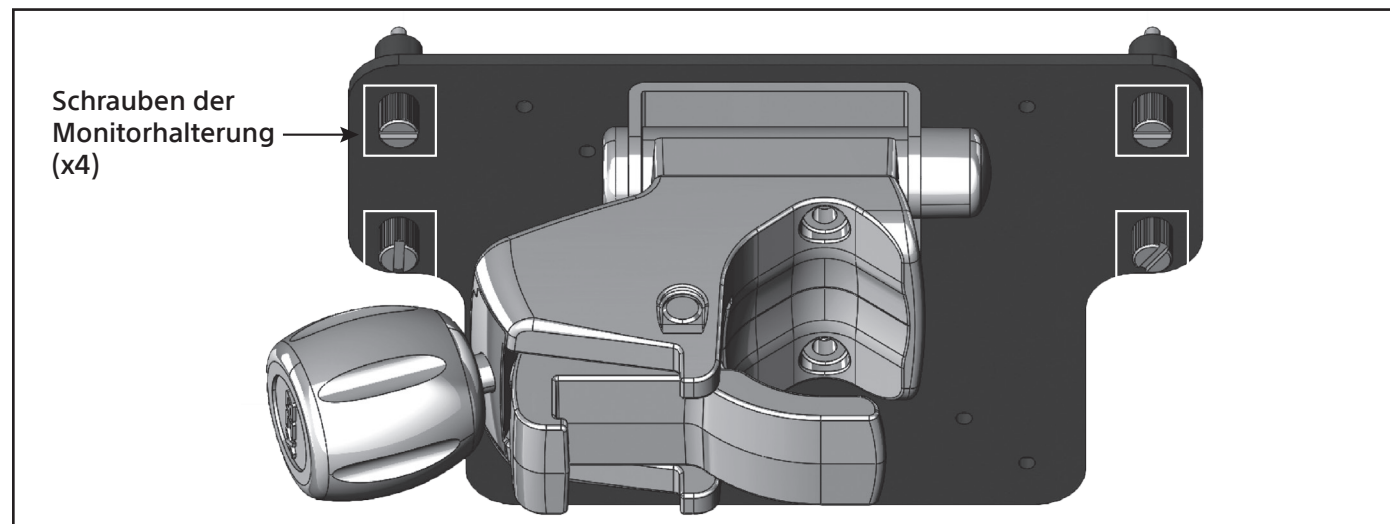
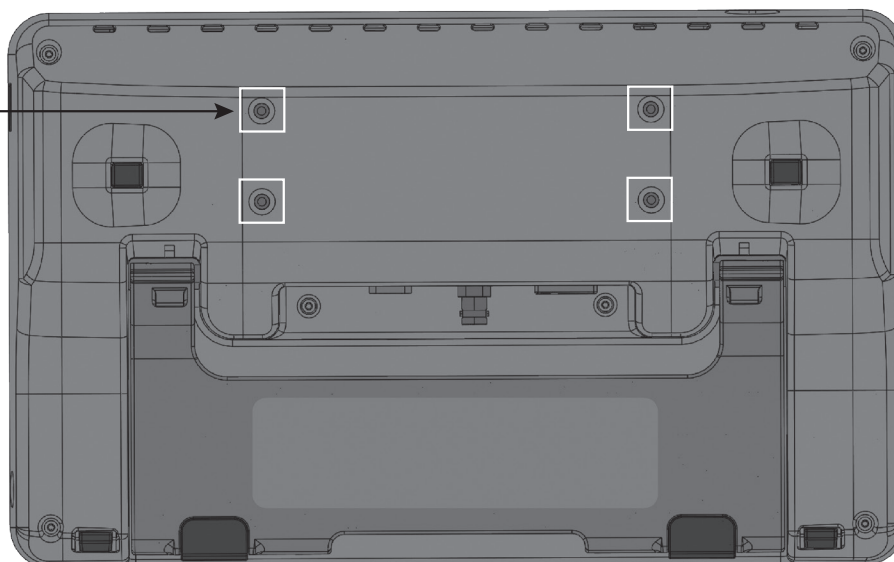

Abbildung 12: Ausrichten der Schrauben der Monitorhalterung
Abbildung 13: Monitor-Gewindebohrungen
3. Richten Sie die Schrauben der Monitorhalterung (Abbildung 12) an den Gewindelöchern auf der Rückseite des EXALT-Monitors aus (Abbildung 13).